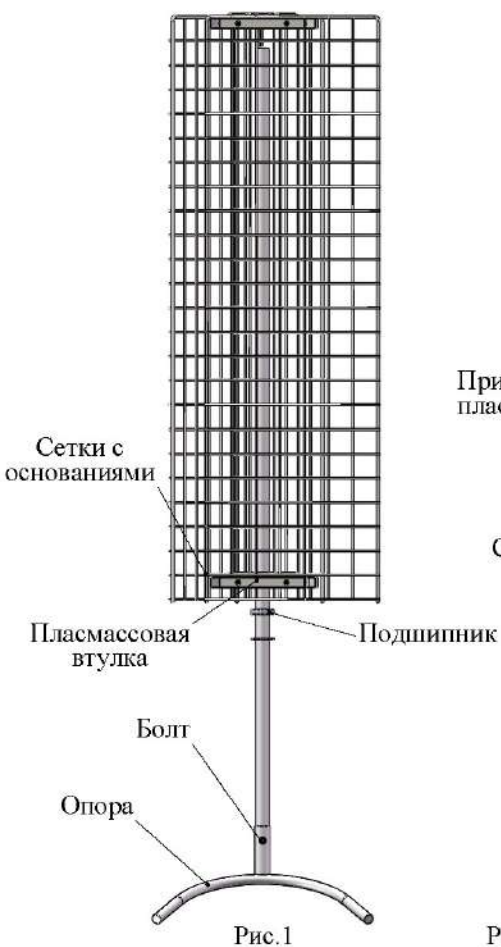

Рис.1
1. Установить штангу с кольцом на опору и зафиксировать болтом. Рис.1
2. На штангу установить подшипник. Рис.1
3. Установить пластмассовую втулку, большим диаметром вниз. Рис.1 (для четырехугольного основания)
6. Собранный конструкцию установить на опору. Рис.1
7. Установить пластмассовую втулку, меньшим диаметром вниз. Рис.1 (для четырехугольного основания)
8. Установить заглушку. Рис.1